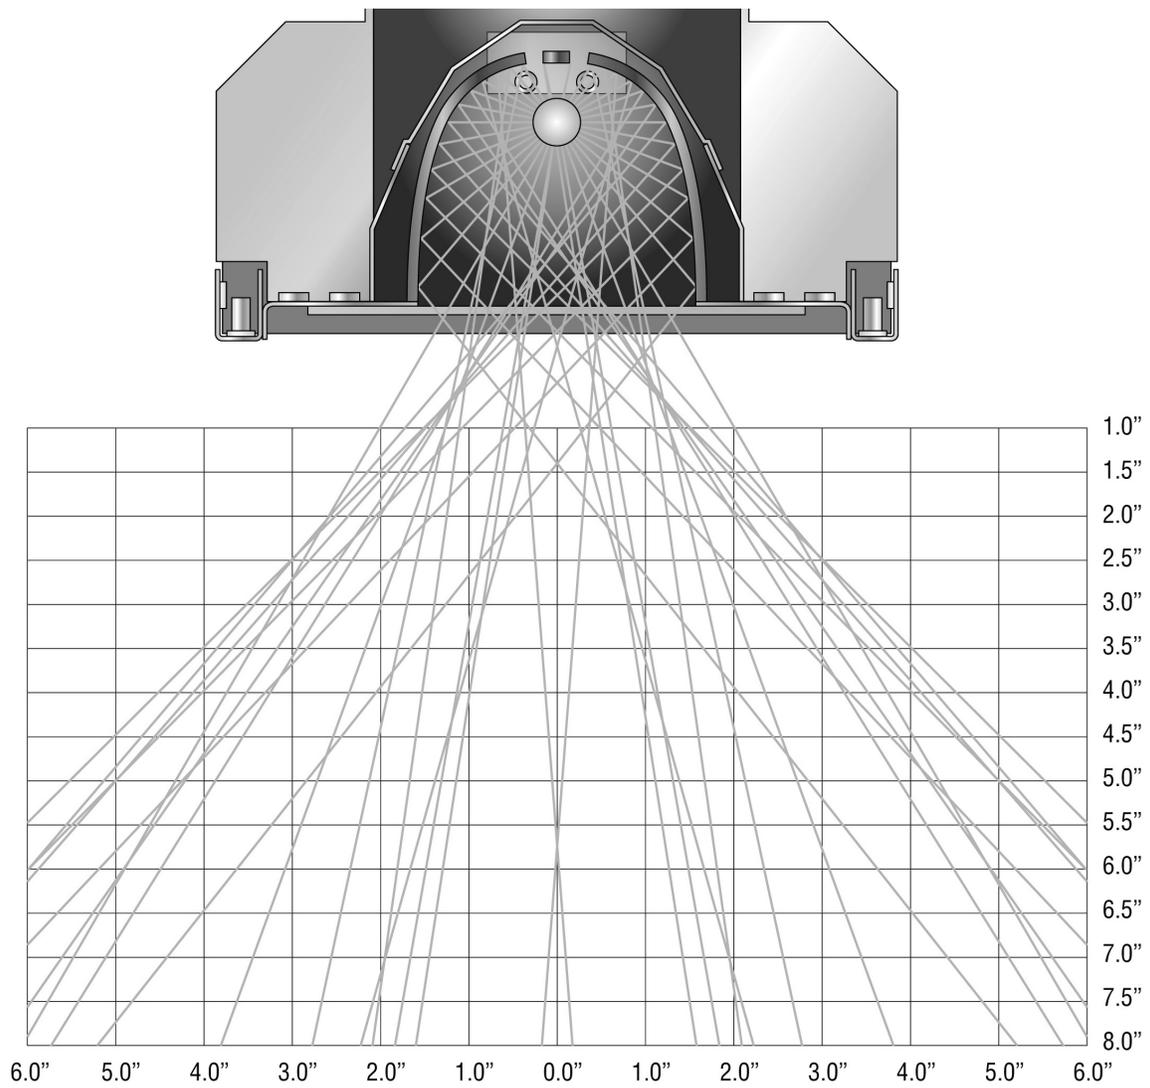

Abbildung 2-4 Grafische Darstellung zu Flutlichtreflektor
- Die Flutlichtreflektoren erzeugen ein breiteres UV-Lichtband. Siehe Abbildung 2-4.